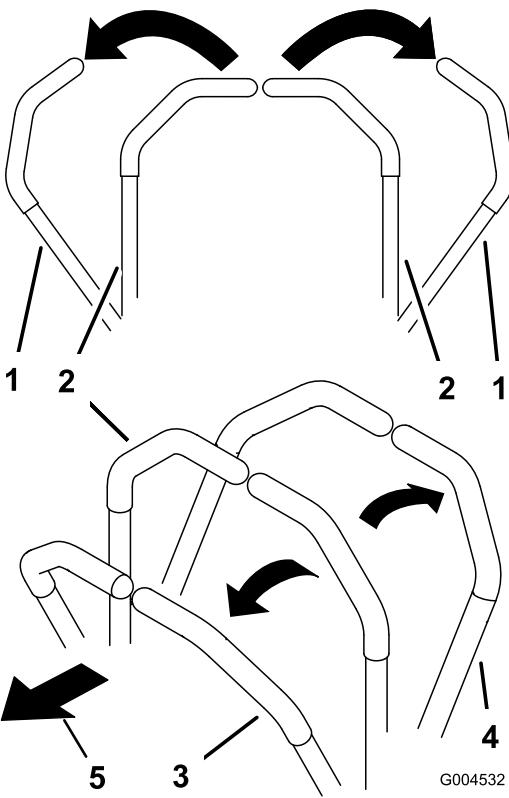

Figura 18
1. Mova as alavancas de controlo de movimento para fora para a posição de BLOQUEADAS EM PONTO-MORTO (Figura 18).
- Para andar para a frente empurre as alavancas de controlo do movimento para a frente (Figura 18).
- Para andar para trás, puxe lentamente as alavancas de controlo do movimento para trás (Figura 18).
- Para rodar, desacelere a máquina puxando para trás ambas as alavancas e depois empurrando para a frente a alavanca do lado oposto daquele que quer virar (Figura 18).